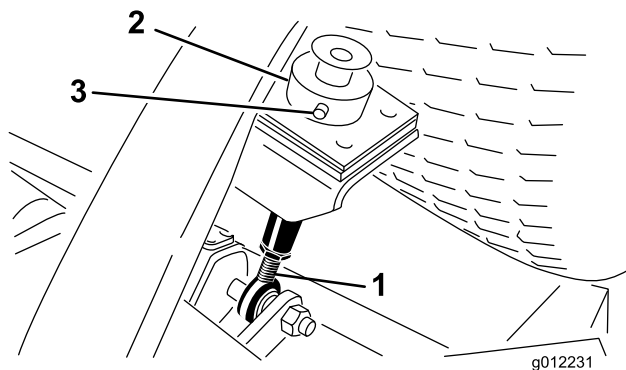

Figura 9
5. Retire o contrapino tipo grampo e pino de segurança que fixam o anel da altura de corte à barra de altura de corte na parte posterior da unidade de corte (Figura 9).